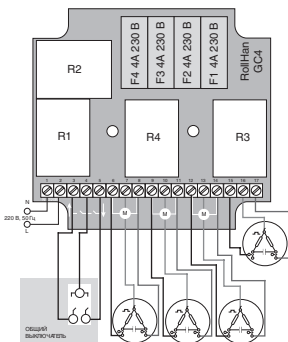

Рис. 2. Схема подключения группового управления GC4
3. Выполните электрическое подключение согласно схеме (рис. 2).
#### Назначение контактов (рис. 2)